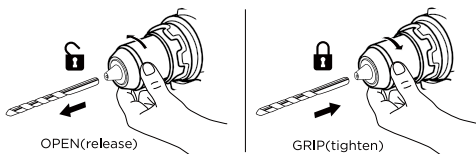

Abb. 7
- b.**Führen Sie einen sauberen Bohrer bis zu den Bohrerschneiden bei kleinen Bohrern oder bis zum Anschlag bei großen Bohrern ein. Schließen Sie das Futter durch Drehen des Futterkörpers im Uhrzeigersinn und ziehen Sie es mit der Hand fest an (Abb. 7).